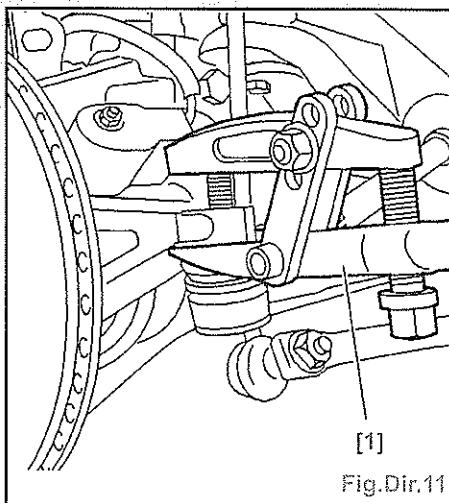

Fig.Dir.11
- Désaccoupler les rotules de direction (Fig.Dir.11).